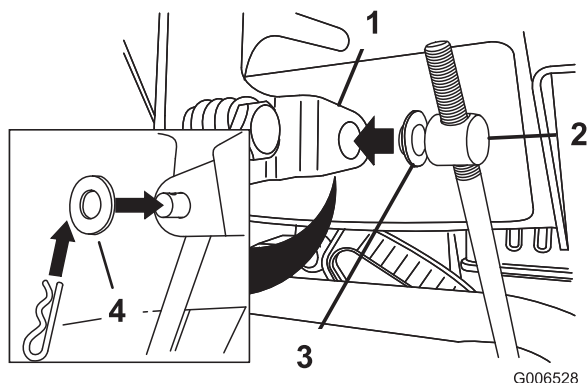

Figure 6
3. Placez une rondelle plate sur le tourillon (Figure 6).
6. Tirez la tige de commande de vitesse et insérez le tourillon dans le trou du levier sélecteur de vitesses (Figure 6).
- B. Retirez le tourillon du sélecteur de vitesses (Figure 6).
- C. Tournez le tourillon vers le bas (sens horaire) sur la tige de commande de vitesse (Figure 6).
D. Remettez le tourillon sur le sélecteur de vitesses (Figure 6).
- C. Tournez le tourillon vers le haut (sens antihoraire) sur la tige de commande de vitesse (Figure 6).
- D. Remettez le tourillon sur le sélecteur de vitesses (Figure 6).